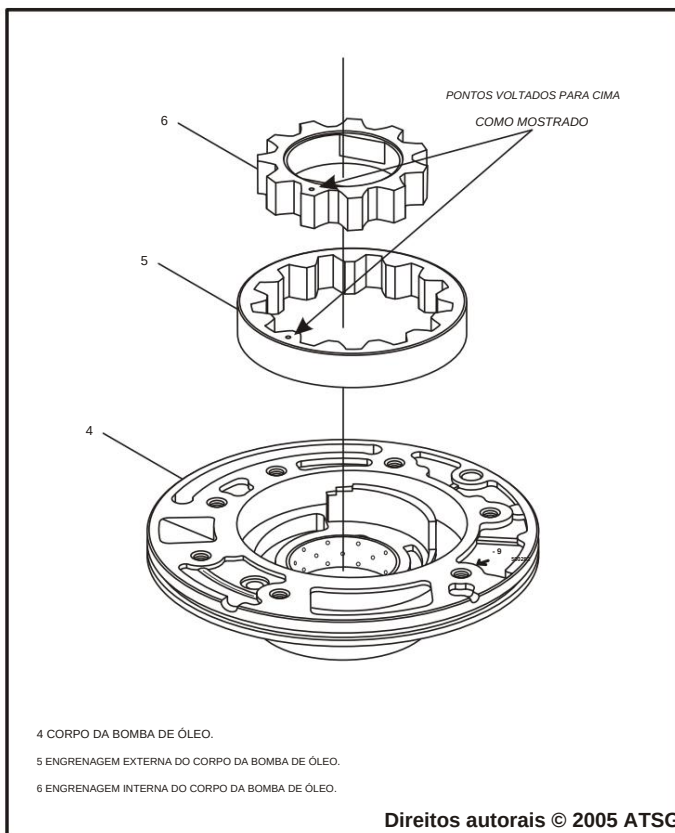

Figura 133
7. Vire a bomba de óleo e instale as engrenagens da bomba no compartimento da bomba, conforme mostrado na Figura 133, com os "pontos" voltados para CIMA, conforme mostrado.